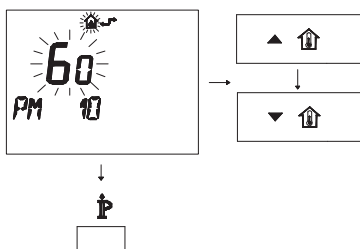

Рисунок 5.47
- Измените заданное значение при помощи кнопки **▲** ↑ или **▼** ↓ и подождите, пока заданная цифра не начнет мигать (Рисунок 5.47).